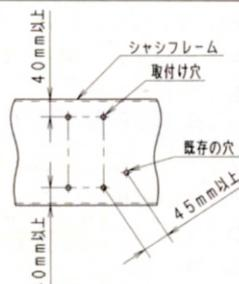

図5
- ・シャシフレームにあける取付け穴は、下記を必ずお守りください。……図5